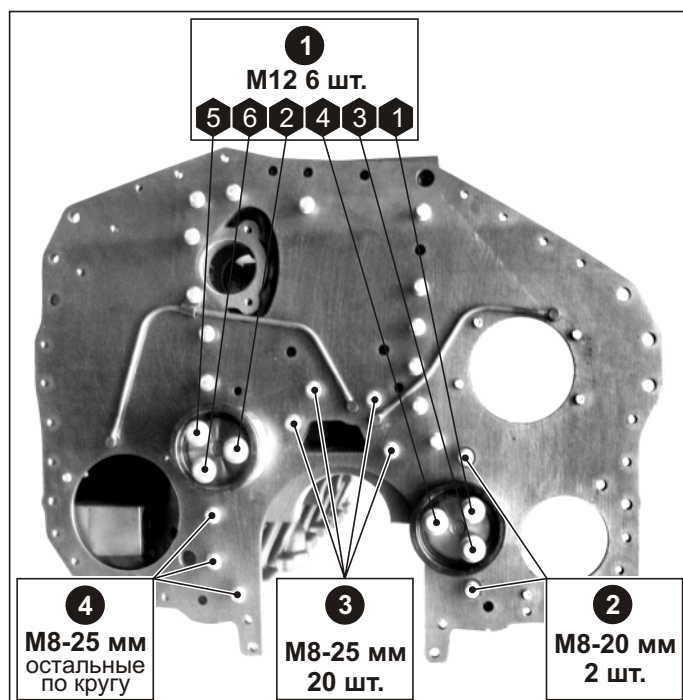

Рис. 101. Установка листа торцевого и осей шестерен промежуточных.
5. Затянуть болты крепления листа торцевого моментом $M_{кр} = 20 \pm 4$ Нм, а болты крепления осей шестерен промежуточных моментом $M_{кр} = 90 \pm 18$ Нм согласно порядку на Рис. 101.